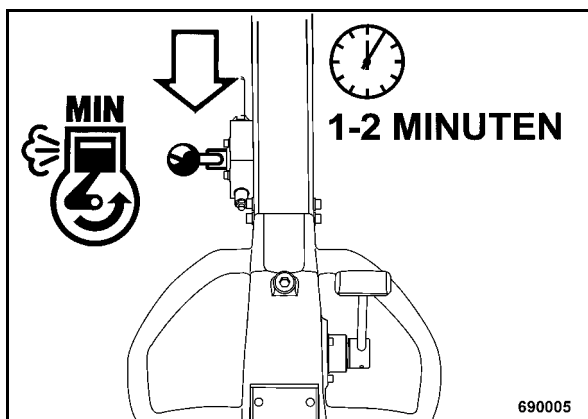

рис. 11
- После запуска установить рычаг управления частотой вращения в положение "MIN" (рис. 11).